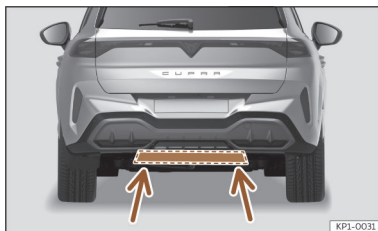

Fig. 85 Zona de deteção do sensor inferior
- Se a porta da bagageira não se abrir, repita o procedimento passados alguns segundos. Possivelmente não atingiu a zona de deteção do sensor inferior >>> **Fig. 85**.